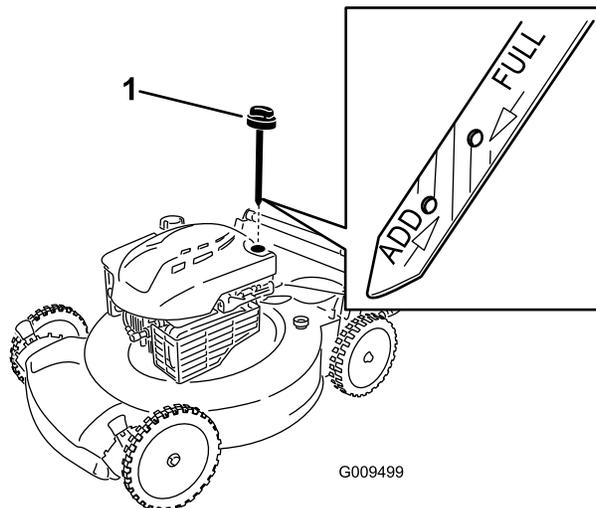

Figura 25
6. Retire la varilla del tubo de llenado de aceite (Figura 25).